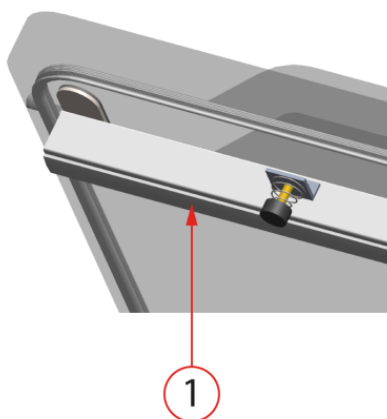

Figura 8: Sustitución de la goma de silicona de los soportes de silicona
1. Tire de la goma de silicona antigua para sacarla del soporte, consulte la *Figura 8: Sustitución de la goma de silicona de los soportes de silicona* en la página 36.